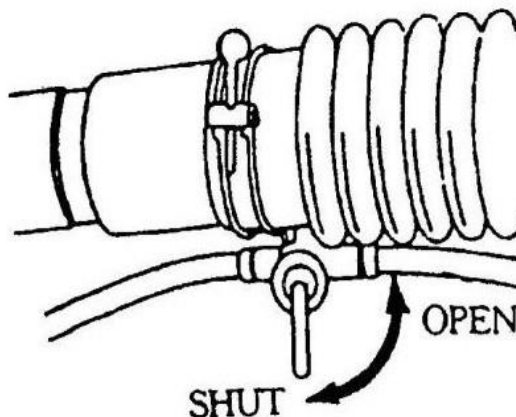

Fig. 8
- 1) При опрыскивании, если нужно долить больше средства в бак, необходимо выключить устройство, см. рис. 8. При распылении рычаг распыления и крышка топливного бака должны находиться в нижнем положении, иначе химикаты будут вытекать.